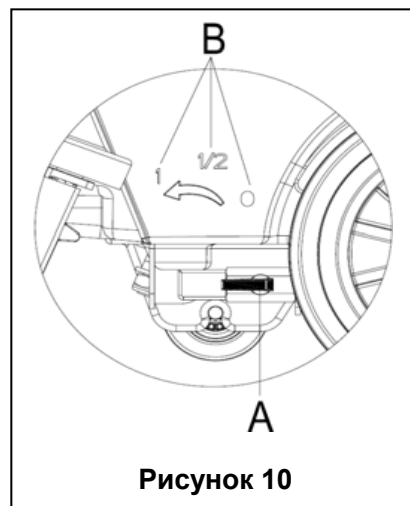

Рисунок 10
Регулирование ручки шарового клапана (А, рисунок 10) должно быть сделано при условии, когда переключатель питания находится (41) в положении «ВЫКЛ».
12. Объем подачи воды может быть отрегулирован через ручку шарового клапана (А, рисунок 10) в зависимости от количества воды, фактически необходимого для очистки пола.